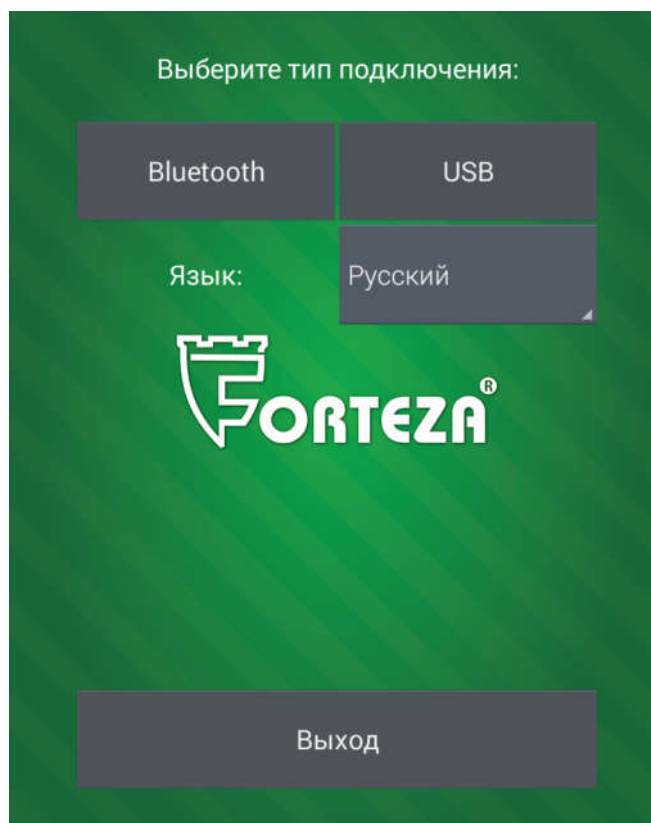
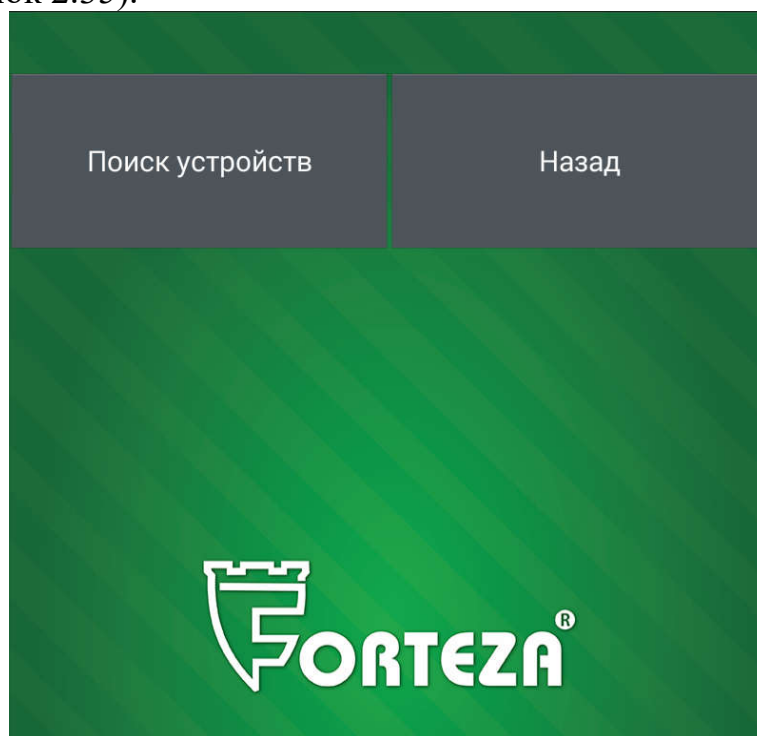

Рисунок 2.27
Рисунок 2.35
2.3.7.4.1.2 Запустить на Android устройстве программу «FM UNI» (рисунок 2.27).
2.3.7.4.5 Выбрать тип подключения «USB» (рисунок 2.27). Откроется окно программы (рисунок 2.29).
2.3.7.5.3 Выбрать тип подключения «Bluetooth» (рисунок 2.27). Bluetooth на Android устройстве автоматически включится и откроется окно программы (рисунок 2.35).